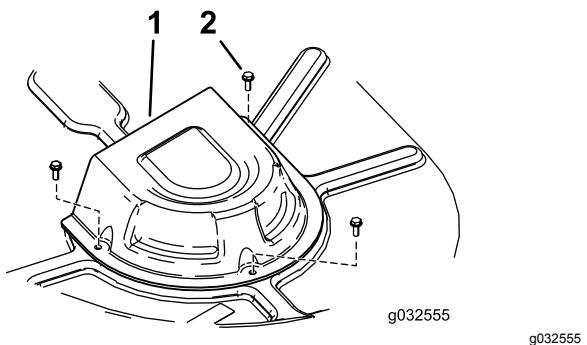

Рисунок 52
4. На машинах с деками 107 см снимите кожухи шкивов (Рисунок 52).